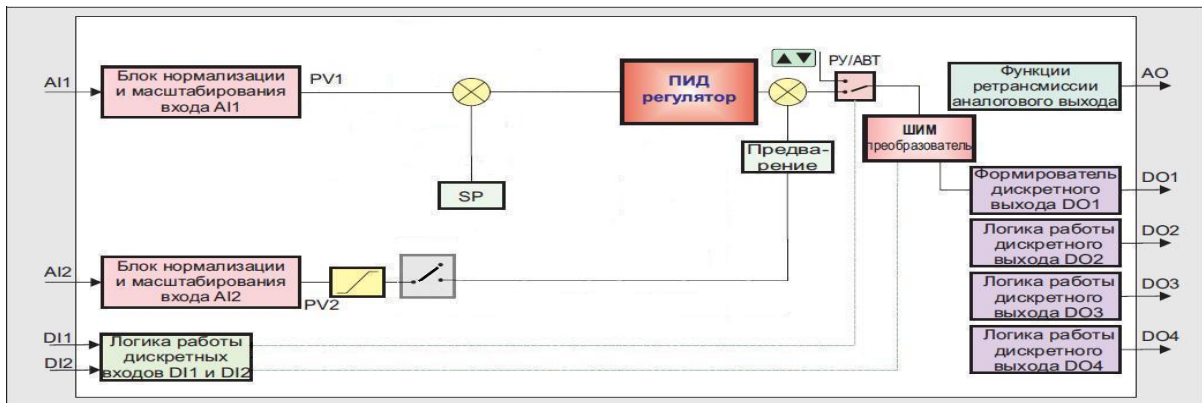

Рисунок 3.4 – Структурная схема ПИД-ШИМ регулятора
- ПИД-ШИМ (рис. 3.4)
1. **Фильтр импульсных помех.** Используется для подавления импульсных помех. Определяется параметром AIN.05 «Максимальная длительность импульсной помехи». Если в каком либо цикле измерения технологического параметра обнаружено его изменение, то предполагается возможность действия помехи и выходной сигнал формируется (с учетом усреднения измерительных значений) по истечении установленного времени длительности помехи. То есть, если длительность изменения сигнала больше заданного $T_{\text{помехи}}$, то это изменение расценивается как естественное и принимается в дальнейшую обработку с задержкой времени $T_{\text{помехи}}$ (рисунок 3.4). Работа данного фильтра вносит дополнительное транспортное запаздывание в систему регулирования, которое равно величине параметра «Максимальная длительность импульсной помехи». Поэтому всегда нужно стремиться минимизировать данный параметр.